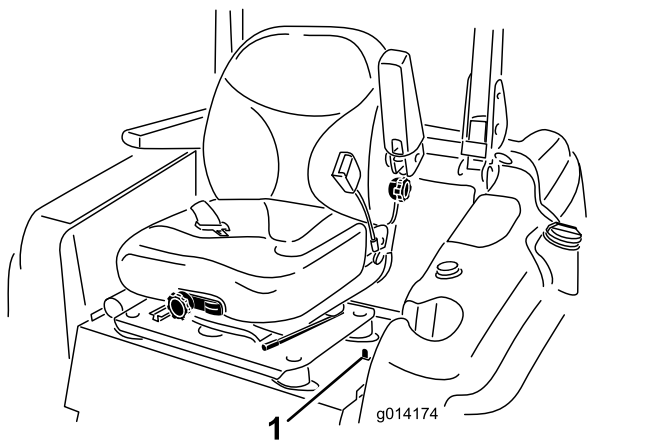

Figura 15
1. Spostate indietro il chiavistello del sedile, posto a sinistra di quest'ultimo, per sbloccare il sedile e tirate in avanti la parte superiore del sedile (Figura 15).